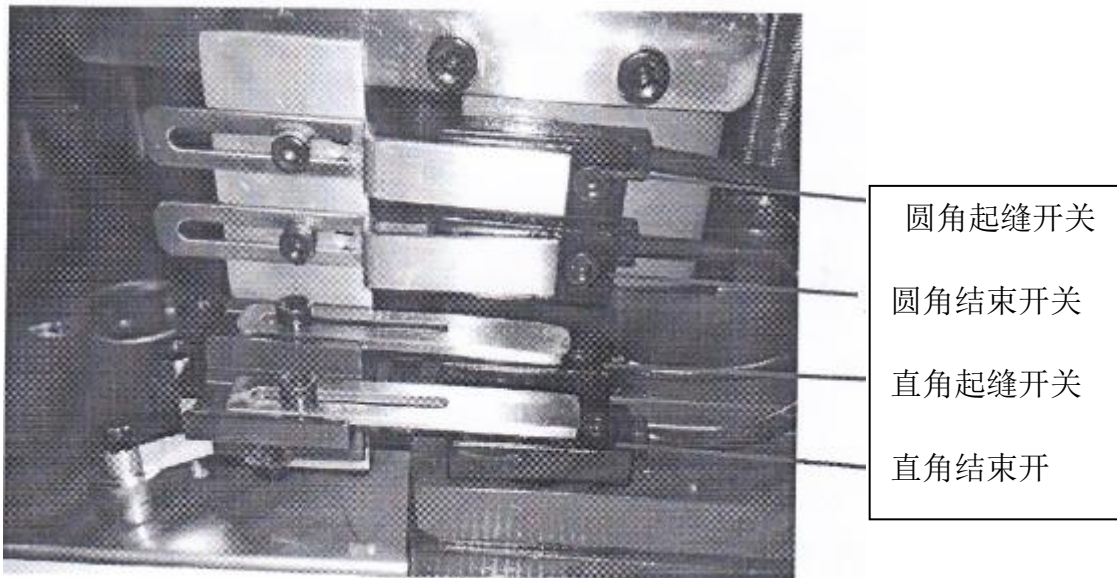

图 10
(2) :直角起缝开关测试:把气压关掉,用金属东西去感应一下直角起缝开关的感应区域(如图10所示),此时接近开关上的指示灯会变亮,对应屏上的灯变也会变绿色,拿开金属东西后接近开关上的指示灯不亮,对应屏上的灯变也会变灰色,表示接近开关是好的,否则是接近开关坏了或线没接好、控制器坏了。
(3) :直角结束开关测试:如图10所示,测试同②方法一样;
(4) :圆角起缝开关测试:如图10所示,测试同②方法一样;
(5) :圆角结束开关测试:如图10所示,测试同②方法一样;